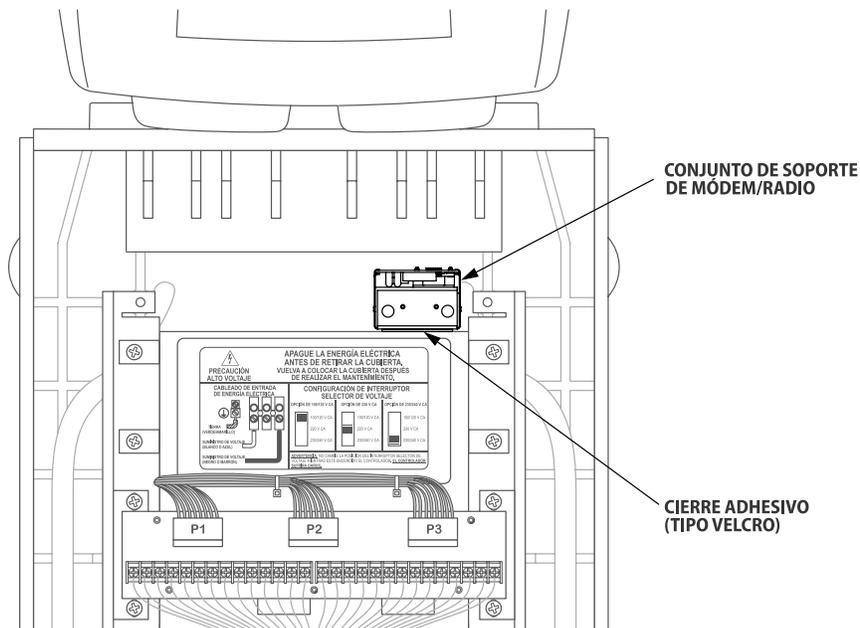

Figura 11D
3. Reitre la tira adhesiva de protección del cierre adhesivo (tipo Velcro) que se encuentra en la parte inferior del soporte del radio/módem. Ubíquelo a la derecha, sobre el compartimiento del transformador, y presione el soporte del radio/módem para fijarlo en su lugar (consulte la Figura 11D).